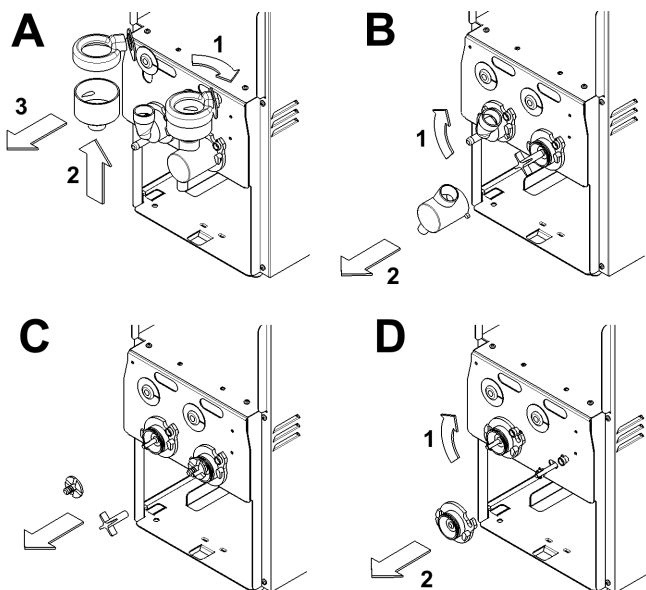

figure 6
- 5 Deux démanteler les mélangeurs procéder comme suit (voir la figure 6):